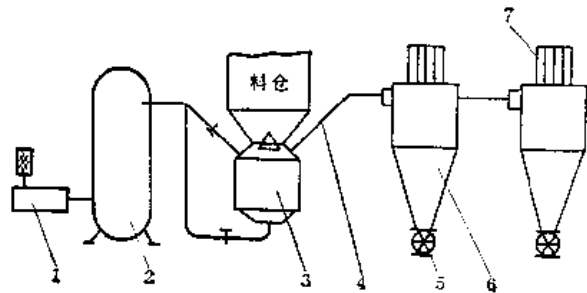

图8-10-2 压送式气力输送装置
(2) 压送式(图8-10-2) 压送式气力输送装置是靠正压将物料通过输送管进行输送。